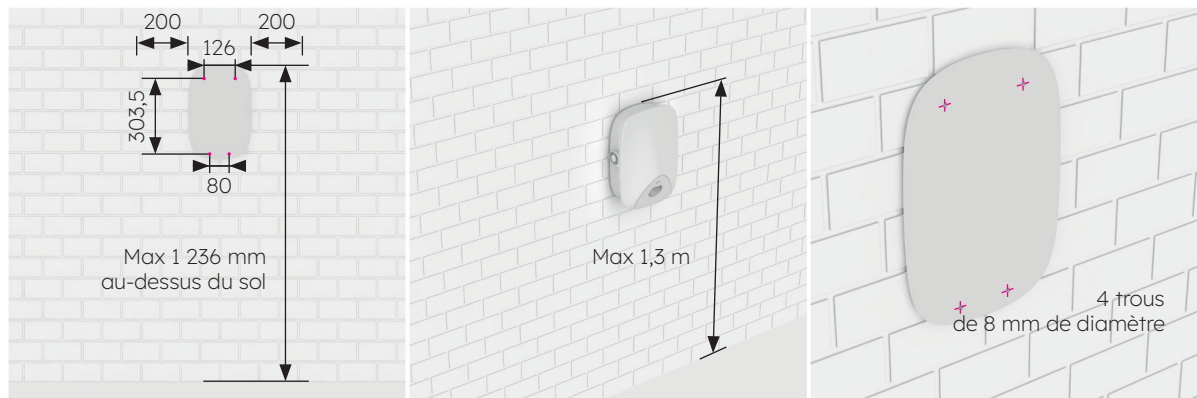

Figure 13. Marquage des trous de forage
1. Vérifiez que l'installation est correctement positionnée. Il est conseillé de positionner le haut de la station de recharge à une hauteur comprise entre 1 et 1,3 m par rapport au sol. Vérifiez que le gabarit de montage est bien positionné à l'aide d'un niveau à bulle. Marquez ensuite l'emplacement des trous de forage à l'aide d'un crayon, comme le montre la figure 13. Il est conseillé de prévoir un espace d'au moins 200 mm pour la maintenance de chaque côté de la borne de recharge, comme le montre la figure 13.